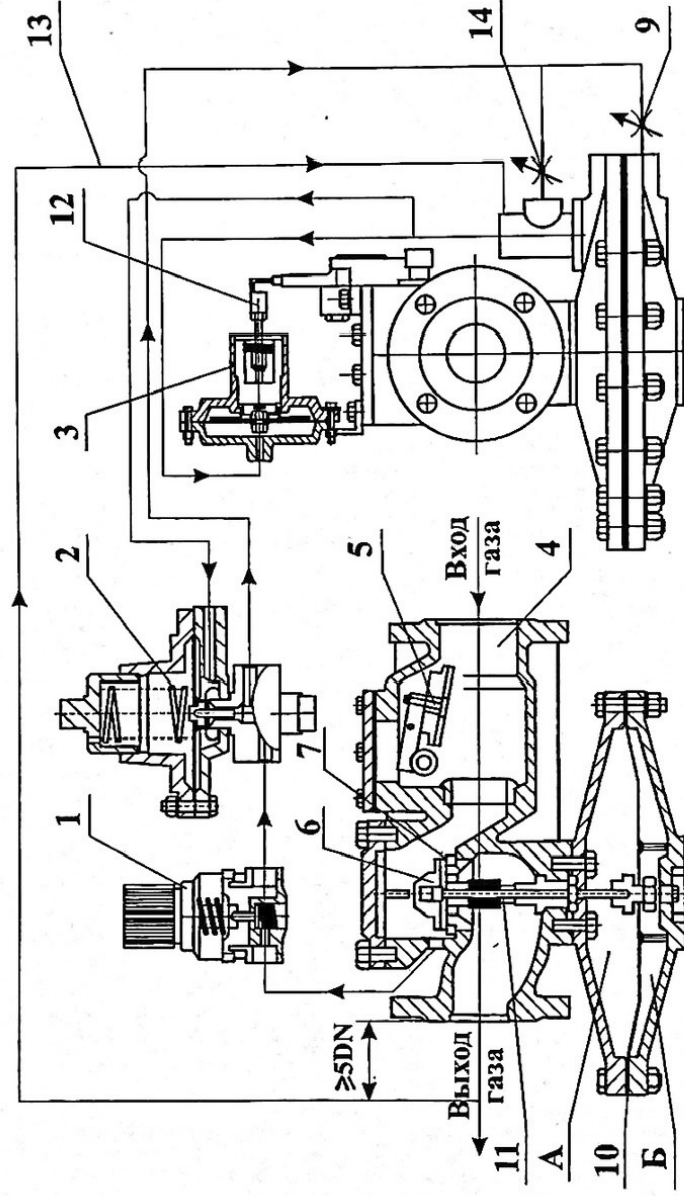

Рисунок 3. Регулятор давления РДГ-50Н (с комплектующими фирмы Камоччи)
4. За отдельную плату возможна поставка регулятора с использованием концевых присоединений и стабилизатора импортного производства фирмы "Камоцци" (см. рис. 3 поз. 1)